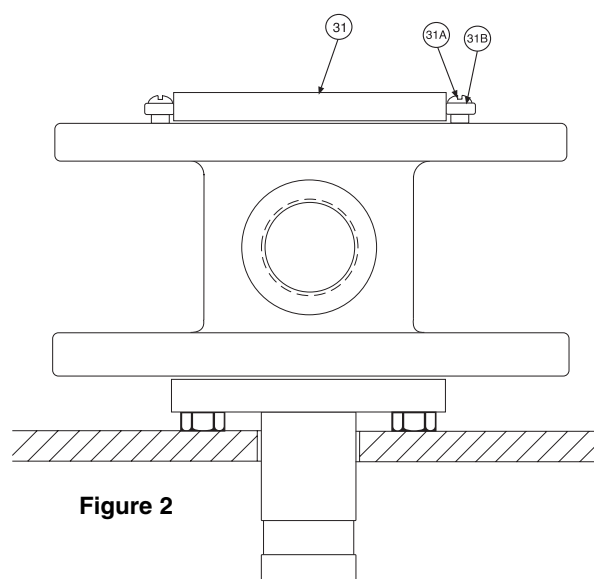

Figure 2
Placera kopplingen stående (se fig. 2) med nippel (4) nedåt i ett rör eller ett hål i arbetsbänken. På så sett villar huset (1) på slitplattan (16).